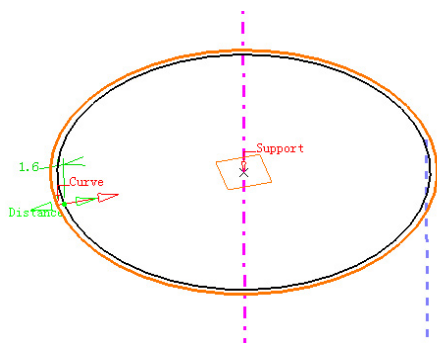

图 4-438
② 重复步骤①的操作, 在对话框中单击 Reverse Direction 按钮反向, 最后单击 OK 按钮完成 Parallel.2 的创建。
③ 重复步骤①的操作, 在弹出的如图 4-438 所示对话框中的 Curve 文本框中输入 Circle.1, 在 Support 文本框中输入 Plane.2, 在 Constant 数值框中输入 1.6 mm, 单击 OK 按钮, 完成 Parallel.3 的创建。生成的 3 条平行线如图 4-439 所示。